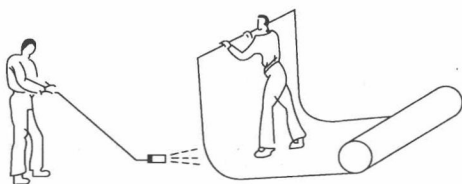
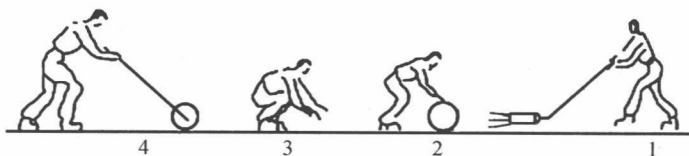

图 1-8 热熔卷材端部粘贴
图 1-9 滚铺法铺贴热熔卷材
滚铺法	(1)把成卷的卷材抬至开始铺贴位置,展开卷材 1 m 左右,对齐长、短向的搭接缝。 (2)展开的端部卷材由一人拉起(人站在卷材的正侧面),另一人持喷枪站在卷材的背面一侧(即待加热底面),慢慢旋开喷枪开关(不能太大),当听到燃料气味喷出的嘶嘶声,即可点燃火焰(点火的工人应站在喷头的侧后面,不可正对喷头),再调节开关,使火焰呈蓝色时即可进行操作。 (3)操作时,先将喷枪火焰对准卷材与基面交接处,同时加热卷材底面黏胶层和基层。此时提卷材端头的工人把卷材稍微前倾,并且慢慢地放下卷材,平铺在规定的基层位置上,如图 1-8 所示,另一人用手持压辊排汽,并使卷材熔粘在基层。 (4)火焰加热要均匀、充分、适度。在操作时,持枪人不能使火焰停留在一个地方的时间过长,而应沿着卷材宽度方向缓缓移动,使卷材横向受热均匀。同时,还要掌握加热程度。加热程度控制在热熔胶出现黑色光泽(此时沥青的温度在 200℃~230℃之间)、发亮并有微泡现象,但不能出现大量气泡。 (5)持枪操作时,喷枪头与卷材面宜保持 50~100 mm 距离,与基层成 30°~45°角。火焰要喷向卷材与基层的交接处,同时加热卷材胶黏剂和基层面。此外,还要随时注意火焰喷射方向和位置。 (6)大面积铺贴卷材时,在粘贴好端部卷材后,持枪人应站在卷材滚铺的前方,把喷枪对准卷材和基层面的交接处,使之同时加热卷材和基层面。条粘时只需加热两侧边,加热宽度各为150 mm左右。 此时推滚卷材的工人应蹲在已铺好的端部卷材上面,待卷材加热充分后就可缓缓地推压卷材,并随时注意卷材的搭接缝宽度。与此同时,另一人紧跟其后,用棉纱团从中间向两边抹压卷材,赶出气泡,并用抹刀将溢出的热熔胶刮压抹平。距熔粘位置 1~2 mm,另一人用压辊压实卷材,如图 1-9 所示。